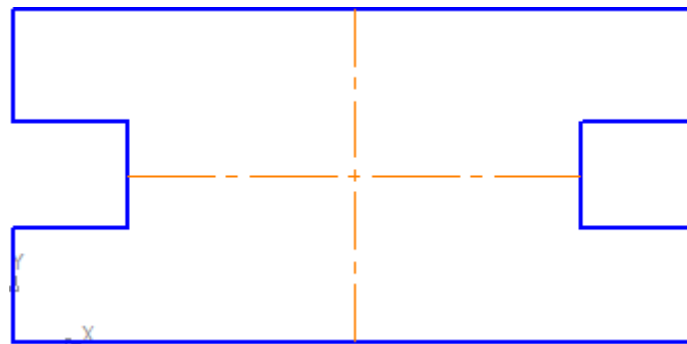

Рис. 16
- аналогичным образом найдите середину вертикального отрезка и постройте горизонтальный отрезок (рис. 16);